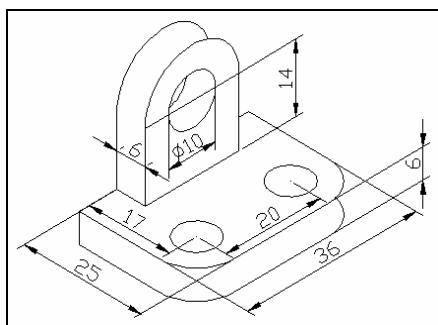

图 7-23 标注定位尺寸
(7) 采用上述的方法继续标注其他的定位尺寸, 结果如图 7-23 所示。